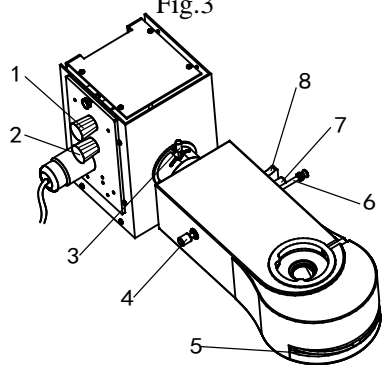

Fig.4
2) A placa giratória do filtro fluorescente 5 contém um sistema de filtro fluorescente ultravioleta (UV), violeta (V), azul (B) e verde (G), bem como uma abertura transparente (O). Faça marcas no prato giratório para corresponder às suas posições de trabalho. De acordo com a marca, coloque o filtro fluorescente na posição de trabalho (Fig. 4).
ajuste o parafuso de ajuste do diafragma 4 e 7 ao diafragma do campo central. Em seguida, abra o diafragma grande para abaer [Fig.4].
6) Se o campo parecer excessivo e brilhante, puxe a haste do filtro de densidade neutra 8 para a posição de trabalho [Fig.4].